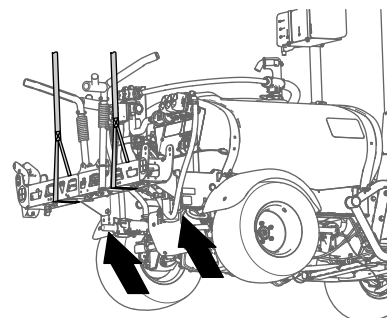

Рисунок 45
2. Поддерживайте среднюю секцию опрыскивателя при помощи подъемного оборудования с указанной грузоподъемностью (Рисунок 45).